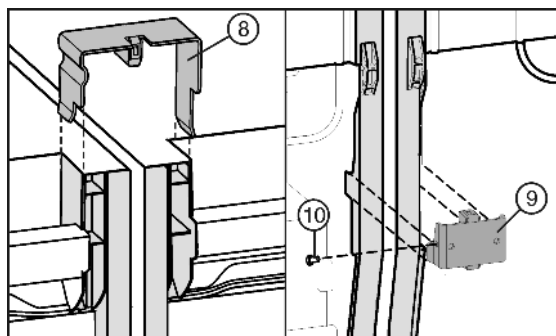

Fig. 7
- ▶ Enfiler la pince de jonction Fig. 7 (8) en haut sur les parois latérales du milieu.
- ▶ Mettre en place le coude de jonction Fig. 7 (9) en bas dans l'évidement approprié.
- ▶ Si le coude de jonction est un peu branlant, visser la vis Fig. 7 (10).